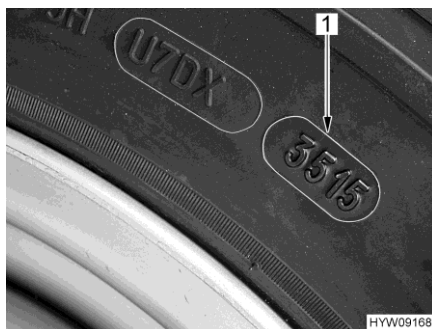

Fig. 75 Numero DOT
- ▷ Gli pneumatici non devono avere più di 6 anni perché la mescola di gomma col tempo invecchia e si sbriciola. Il codice DOT (Fig. 75,1) di quattro cifre sul fianco del pneumatico indica la data di produzione. Le prime due cifre indicano la settimana, le ultime due cifre l'anno di produzione.